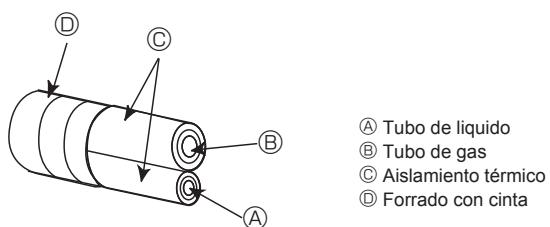
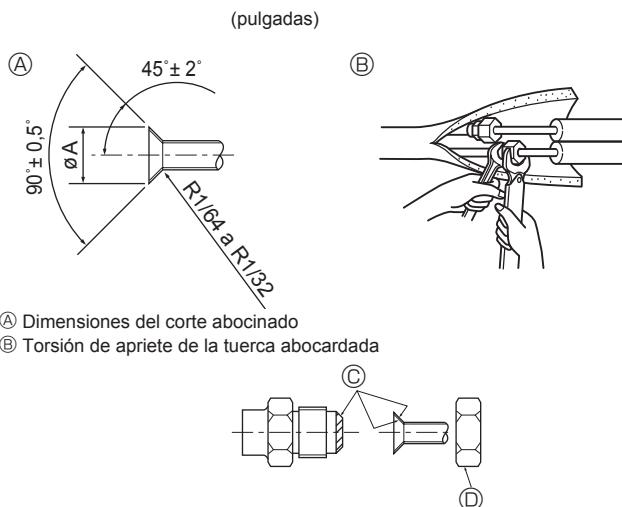

Fig. 4-4
Fig. 4-5
4.3. Tubos de conexión (Fig. 4-4, Fig. 4-5)
- [Fig. 4-5]
- Aplique una capa delgada de aceite refrigerante a la superficie tubo y de la junta de asiento antes de apretar la tuerca de abocardado. (A)
- Utilice dos llaves de apriete para apretar las conexiones de los tubos. (B)
- Aplique aceite refrigerante para máquinas en toda la superficie abocinada. (C)
- Utilice las tuercas abocardadas para el siguiente tamaño de tubería. (D)
Ⓐ (Fig. 4-5)